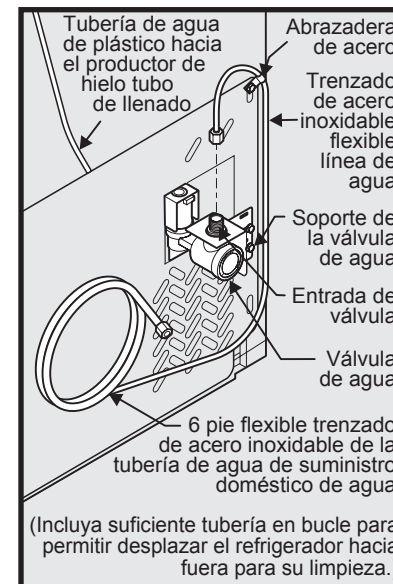

Figura 2
- Si utiliza trenzado, tubo flexible de acero inoxidable - La tuerca ya está montado en la tubería. Deslice la tuerca de compresión hacia dentro de la entrada de la válvula y apriete manualmente la tuerca sobre la válvula. Apriete otra media vuelta con una llave; NO apriete en exceso. Vea la Figura 2.